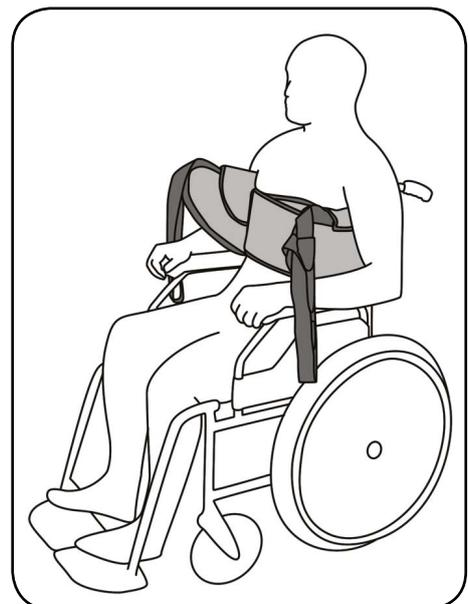

Abb. 8.2.02 – geschlossene Brustschlaufe
7. Verschließen Sie die Brustschlaufe um den Brustkorb des Patienten mit dem Klettverschluss so, dass der Liftergurt in seiner Position gesichert ist und den Patienten nicht einschnürt (Abb. 8.2.02).